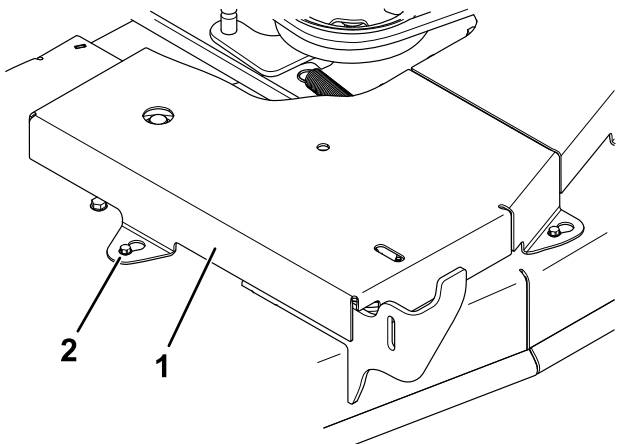
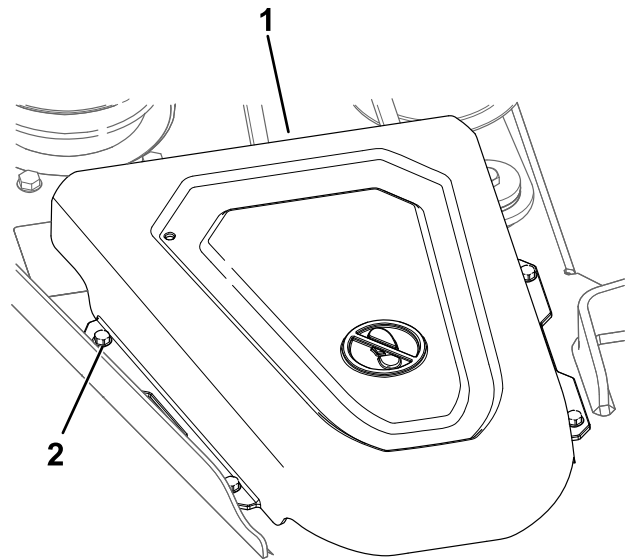

Figura 51
Figura 52
3. En carcasas de 91 cm (36"), afloje los 2 pernos de las dos cubiertas de las poleas, y retire las cubiertas (Figura 51).
cubiertas de las poleas y retire las cubiertas (Figura 52).
- Instale las cubiertas de las poleas (Figura 51 o Figura 52).